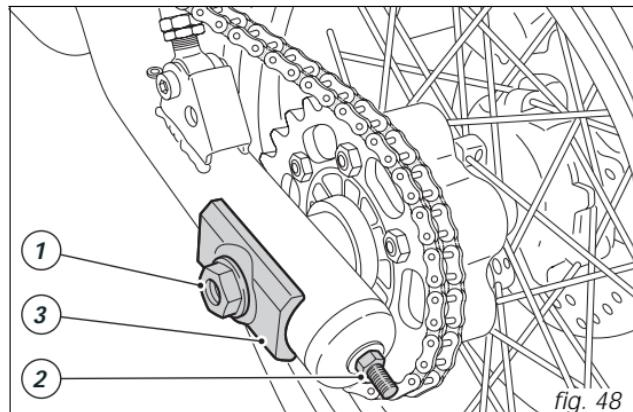

fig. 48
Faites tourner lentement la roue arrière pour trouver la position où la chaîne se présente tendue davantage. Le motocyclette sur sa béquille latérale, poussez la chaîne de votre doigt vers le haut, tout au milieu du bras oscillant. Le brin inférieur de la chaîne doit avoir un mou de $30 \div 32$ mm. Pour régler la tension, desserrer l'écrou (1,fig. 48) de l'axe de roue et serrer les écrous (2) du même nombre de tours et dans le sens des aiguilles d'une montre, de part et d'autre du bras oscillant, pour augmenter la tension ou les desserrer pour la diminuer. Dans ce dernier cas, il faut pousser la roue vers l'avant.
Vérifiez que, sur les deux côtés du bras oscillant, les repères de positionnement correspondent à l'indice du curseur (3, fig. 48), ce qui garantit le parfait alignement de la roue.